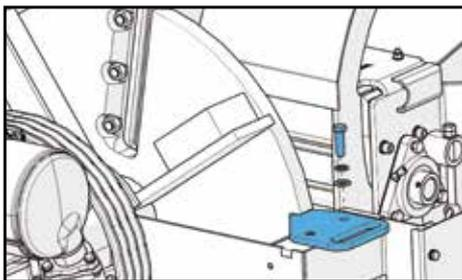

FIGURE 1
- Tourner le volant pour orienter le couteau à la verticale et insérer la cale (FIGURE 1).